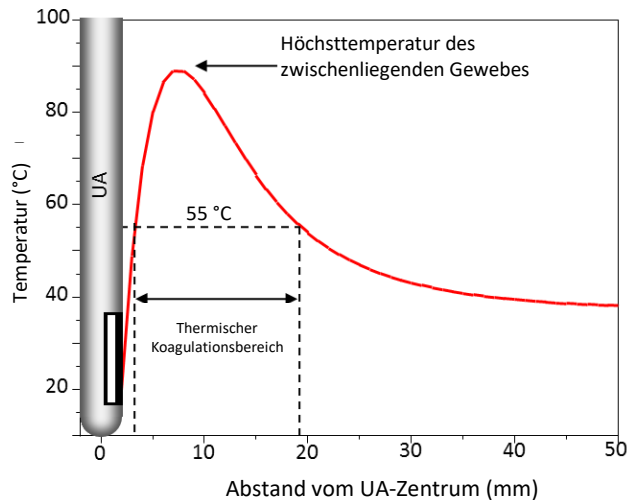

Abbildung 10: Beispiel für die Temperaturverteilung durch einen UA entlang der Wärmeausrichtung
*Abbildung 10* zeigt das Temperaturprofil des Ultraschallstrahls in Gewebe, das von einem UA in Richtung der Wärme erzeugt wird. Die höchsten Temperaturen liegen nahe am UA. Die Höchsttemperaturen werden unter 100 °C gehalten, um ein während der Ultraschalltherapie unerwünschtes Verkohlen und Verkochen des Gewebes zu vermeiden.